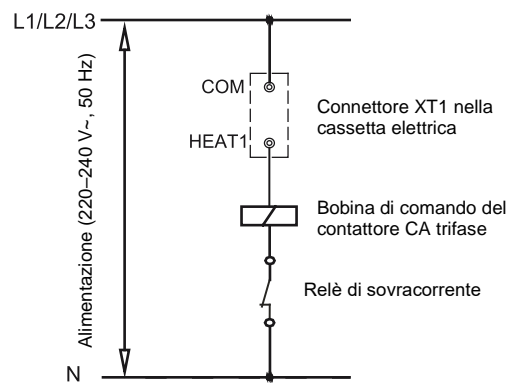

Fig. 8-22-2
Passo 10: Collegamento dei cavi di controllo per riscaldatori elettrici ausiliari per tubazioni su SCV-900EA: Il circuito di controllo del contattore AC per riscaldatori elettrici ausiliari per tubazioni deve essere collegato ai morsetti HEAT1 e COM su connettore XT1 della cassetta elettrica dell'unità come mostrato in Fig. 8-22-2.